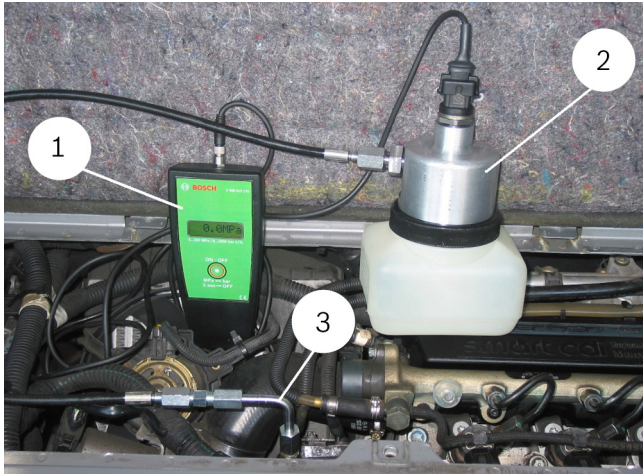

Abb. 13: Anschlussbeispiel an Common Rail-Hochdruckpumpe CP 1
4. 60 MPa-Schlauchleitung (Abb. 13, Pos. 3) mit entsprechendem Anschlussadapter, Winkel, Mutter und Druckring (Linksgewinde) an die Hochdruckpumpe anschließen.
5. Die Schlauchleitung an das Druckaufnehmermodul (Abb. 13, Pos. 2) anschließen.
7. Verbindungsleitung an das digitale Druckanzeigergerät (Abb. 13, Pos. 1) und Raildrucksensor des Druckaufnehmermoduls (Abb. 13, Pos. 2) anschließen.